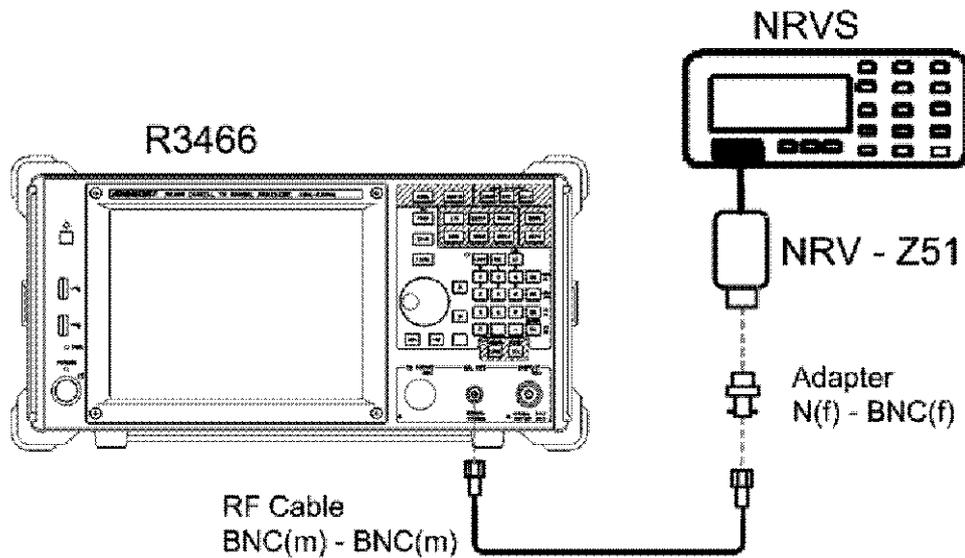

図 2-2 校正信号出力確度試験接続図
1. 機器を図 2-2 のように接続します。R3466N の場合は  $75\ \Omega$  仕様のケーブル、コネクタ、アダプタおよびセンサを使用して下さい。
6. パワー・センサを図 2-2 のように接続します。